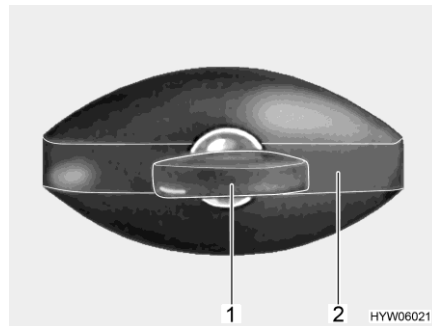

Bild 33 Klappenschloss (ellipsenförmig, verschlossen)
- Schlüssel in Schließzylinder (Bild 33,1) stecken und eine viertel Umdrehung entgegen dem Uhrzeigersinn drehen. Schlossgriff (Bild 33,2) schnappt heraus.